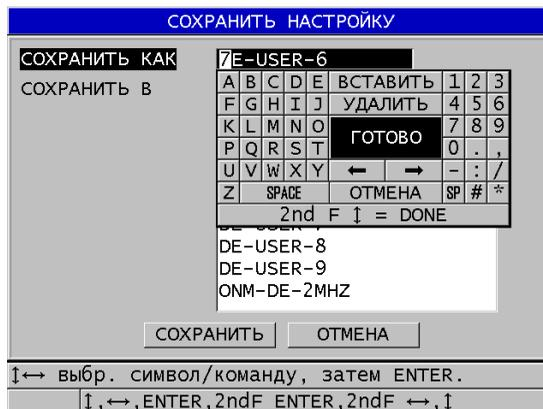

Рис. 12-6 Сохранение настройки
- b) В окне **SAVE SETUP** введите желаемое имя файла пользовательской настройки (см. Рис. 12-6 на стр. 243).